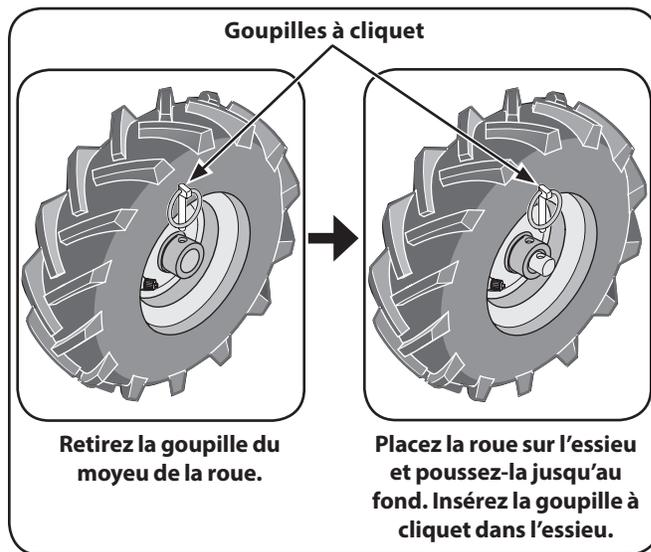

Figure 3-4
1. Placez un bloc de bois sous la transmission pour soulever une roue à 1" du sol. Retirez la goupille à cliquet de l'essieu et du moyeu de la roue. Voir Figure 3-4.
2. Placez la roue sur l'essieu et poussez-la jusqu'au fond. Insérez la goupille à cliquet dans l'essieu (mais pas dans le moyeu de la roue). Voir Figure 3-4. La roue doit tourner librement sur l'essieu. Répétez la procédure pour l'autre roue.